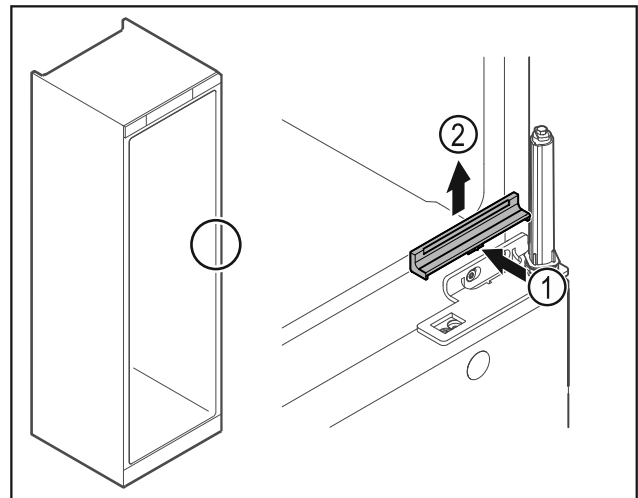

Fig. 31
- ▶ Πιέστε το κάλυμμα Fig. 31 (1) ελαφρά στο κέντρο και αφαιρέστε το προς τα επάνω Fig. 31 (2).